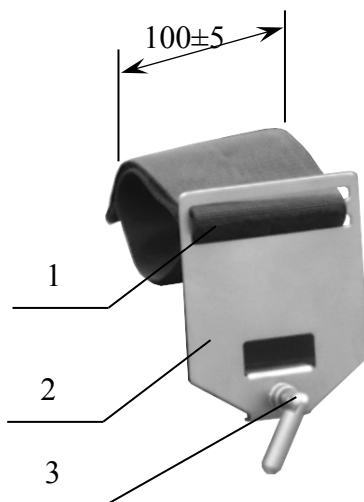

**Рисунок 5. Рукодержатель.**
**5. Рукодержатель (фиксатор руки) (Рисунок 5).** Мягкий синтетический ремень шириной 100 мм с зажимом и нержавеющей креплением к направляющей стола, регулируется положение вдоль панели стола.